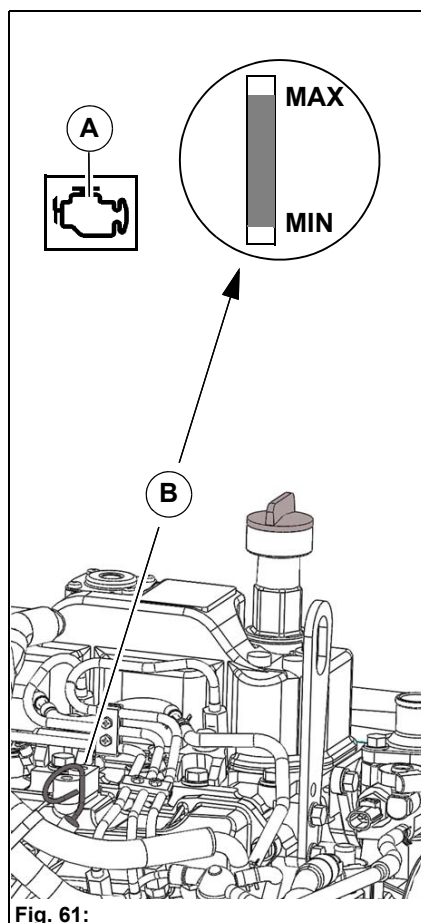

Fig. 61:
- Si le symbole d'avertissement de la pression d'huile du moteur **Fig. 61-A** est allumé sur l'écran multifonction lorsque le moteur tourne, une détérioration du moteur risque de se produire ! Arrêter le véhicule dans une zone sûre. Arrêter immédiatement le moteur et contrôler le niveau d'huile. Faire éliminer la cause de la pression trop faible de l'huile de moteur.
2. Contrôler le niveau d'huile du moteur à l'aide de la jauge d'huile **Fig. 61-B**.